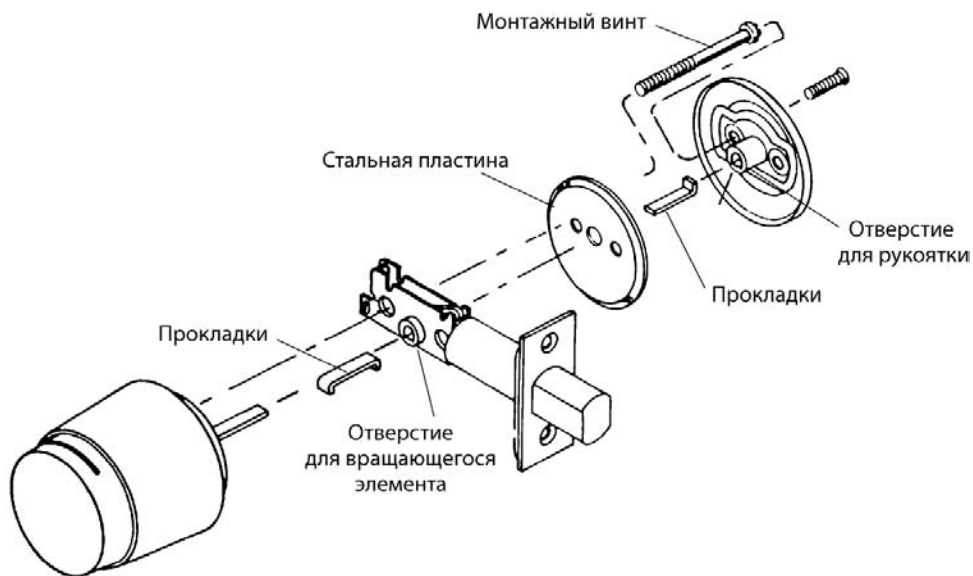

Рис. 7.5. Модель 400K Cor-Kit (С разрешения компании CorKey Control Systems, Inc.)
5. Выяснить, какого типа ваш замок-засов Kwikset (нового или старого), можно по отверстию хвостовика в засове. Если у вас комплект нового типа, то надо вставить два стержня для образования зазора, чтобы предотвратить проворачивание хвостовика в большом отверстии (рис. 7.5).